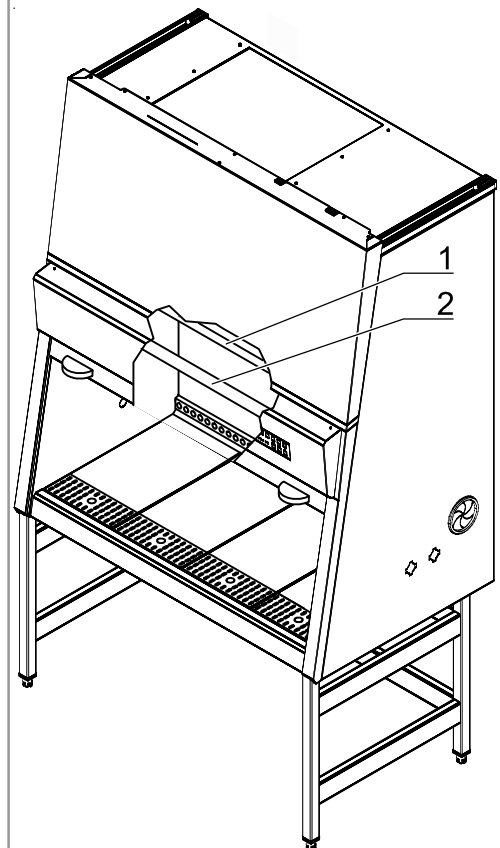

Abb. 17
**Abb. 17:** Der Nutzraum wird durch eine Leuchtstoffröhre bzw. zwei Leuchtstoffröhren (Modell MSC 0.9, 1.2, 1.5 1.8) beleuchtet. Die gefederten Fassungen der Leuchtstoffröhre [2] sind nutzraumseitig am Montagerahmen der Lichthaube installiert.
**Abb. 17:** Der optionale, geräteinterne UV-Strahler [1] ist direkt im Nutzraum an der Decke, unmittelbar hinter der Frontscheibe, installiert. Der UV-Strahler sollte nach 1500 Betriebsstunden ausgetauscht werden.